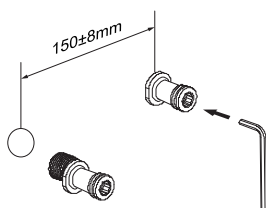

Figure 2
b) Enroulez le ruban téflon dans le sens inverse des aiguilles d'une montre sur le filetage de l'extrémité G1/2 du connecteur courbe (11), raccordez-les aux sorties d'eau chaude et froide à l'aide d'une clé. Laissez une profondeur appropriée hors du mur et ajustez la distance entre 2 connecteurs en fonction de la largeur de l'entrée de la barre de douche thermostatique (Figure 2).